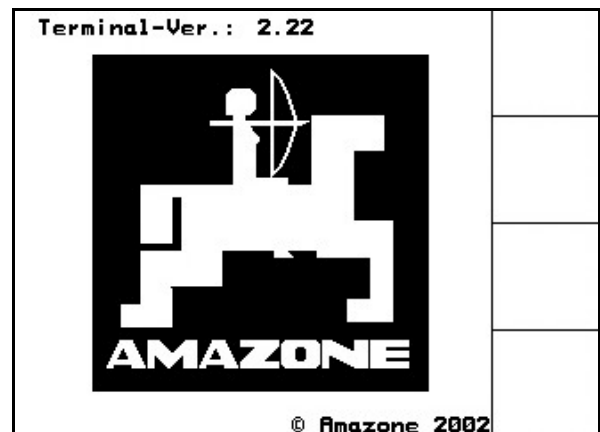

Fig. 34
- Bei angeschlossenem Maschinenrechner erscheint das Startmenü (Fig. 34) mit der Terminal-Version (hier Terminal-Ver.: 2.22). Nach ca. 2 Sekunden springt der **AMATRON+** automatisch in das Hauptmenü.